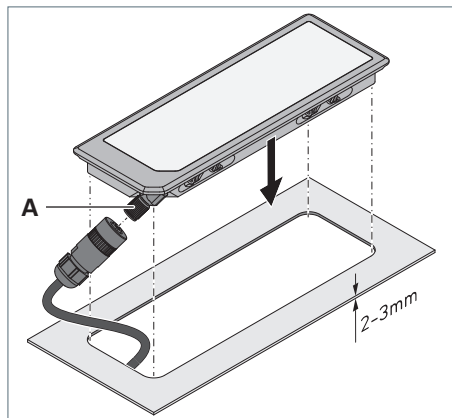

Fig. 5: APE – Montaggio dell'apparecchio d'illuminazione.
- Far passare il cavo di allacciamento e il connettore a spina attraverso l'incavo, vedi Fig. 5.